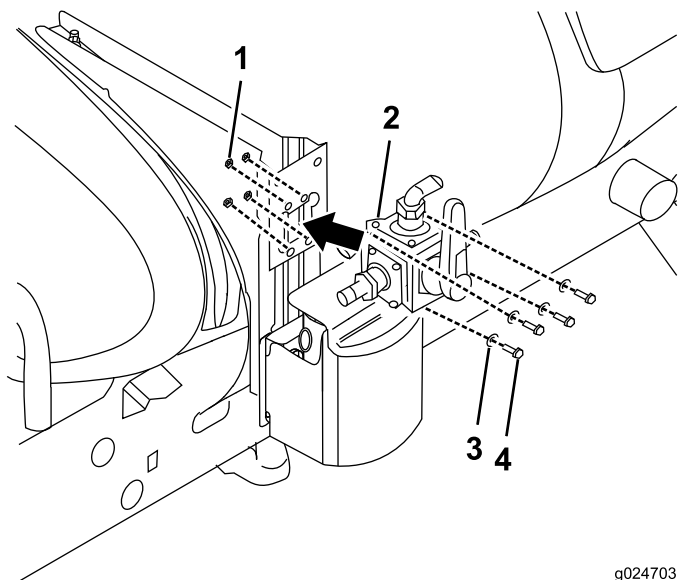

Figura 26
3. Instale a válvula de 4 vias na montagem da válvula (Figura 26) com 4 porcas de bloqueio (6 mm).